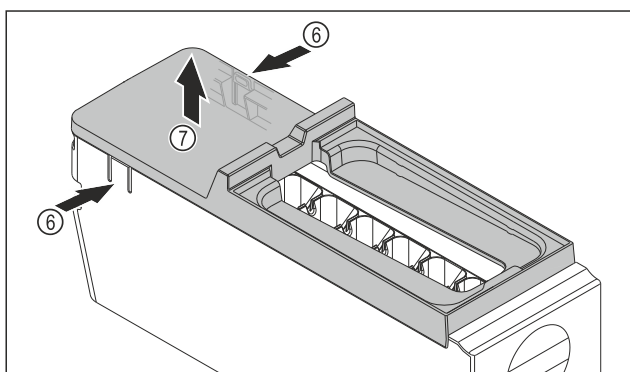

Fig. 213
- Vyjmutí krytu korpusu EasyTwist-Ice: Lamely Fig. 213 (6) na obou stranách korpusu EasyTwist-Ice stlačte jednou rukou.
- Kryt Fig. 213 (7) vyjměte druhou rukou nahoru.